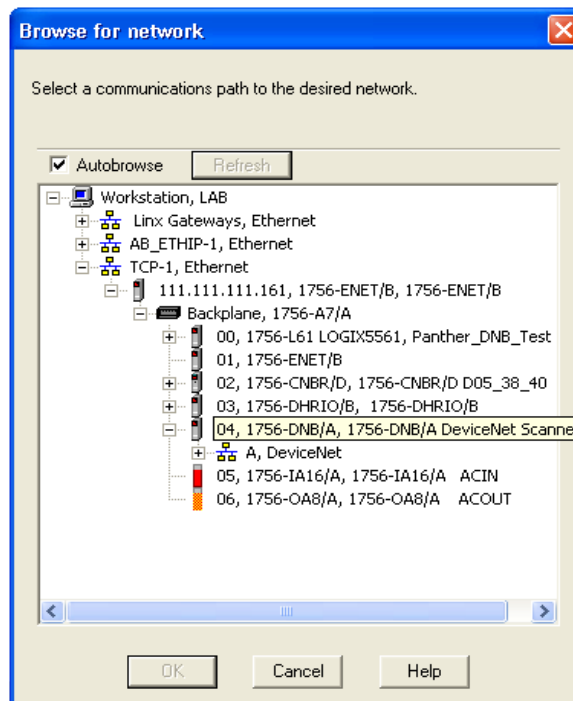

Abbildung 3-12: Nach Netzwerk suchen
2. Wählen Sie den entsprechenden Netzwerkpfad. In unserem Beispiel (Abbildung 3-12) wird der DeviceNet-Scanner 1756-DNB/A ausgewählt.